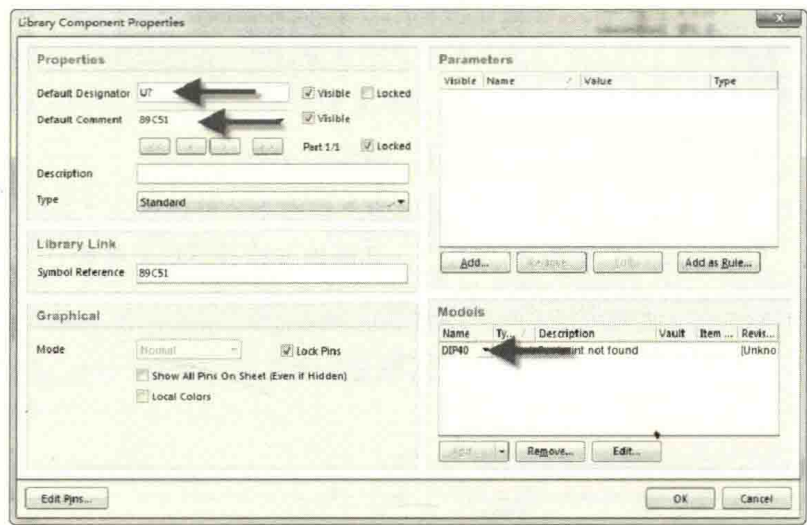

图 4-113 元件属性设置
- (5) 在元件列表中双击“89C51”元件，可以对此元件的属性进行设置，如图 4-113 所示。
① Default Designator: 填写“U? ”，“Visible”单击勾选。
- ② Default Comment: 填写“89C51”，“Visible”单击勾选。
- ③ Models: 单击添加“Footprint”，并且填写封装名称为“DIP40”。